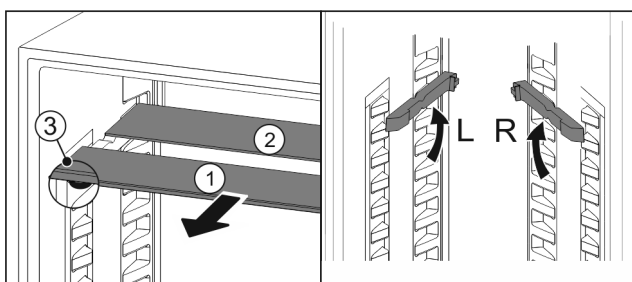

Fig. 195
- Skleněné desky jednotlivě vytáhněte dopředu Fig. 195 (1).
- Skleněná deska Fig. 195 (1) s ozdobnou lištou leží vpředu.
- Zářezky Fig. 195 (3) směřují dolů.